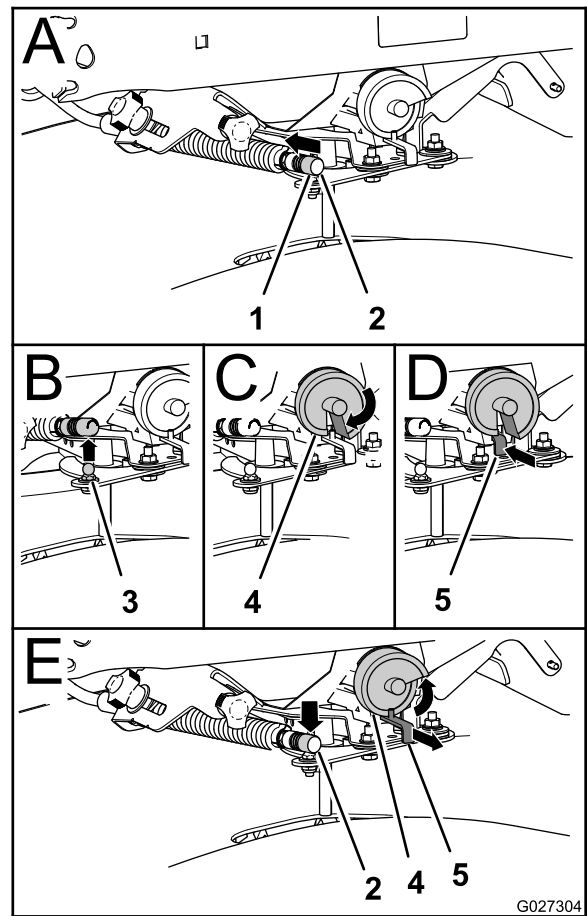

Figura 28
1. Empuje el anillo de bloqueo del cable de la compuerta hacia atrás y levante el cable de la bola de la varilla de la compuerta de dosificación (Figura 28).
2. Retire el cable de la bola del espárrago (Figura 28).
3. Gire la leva del dosificador más allá de la posición 9 hasta que la ranura de la leva esté alineada con la varilla (Figura 28).
4. Empuje la varilla de la compuerta de dosificación hacia atrás del todo (Figura 28).
1. Tire de la varilla hacia fuera hasta que se desenganche de la leva del dosificador (Figura 28).
3. Conexión del cable a la bola del espárrago en la palanca de la compuerta (Figura 28).